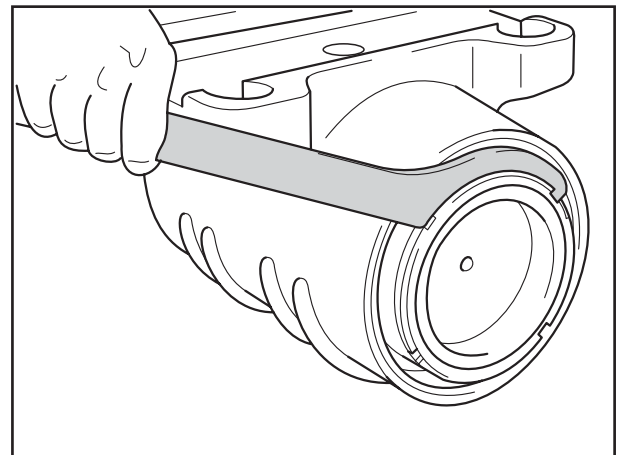

Fig. 2
- [5] Nutmutter mit Hakenschlüssel abschrauben (Fig. 2).
- [5] Unscrew the keyed nut with the hook wrench (Fig. 2).
- [5] Dévisser l'écrou cannelé à l'aide de la clé à ergot (fig. 2).